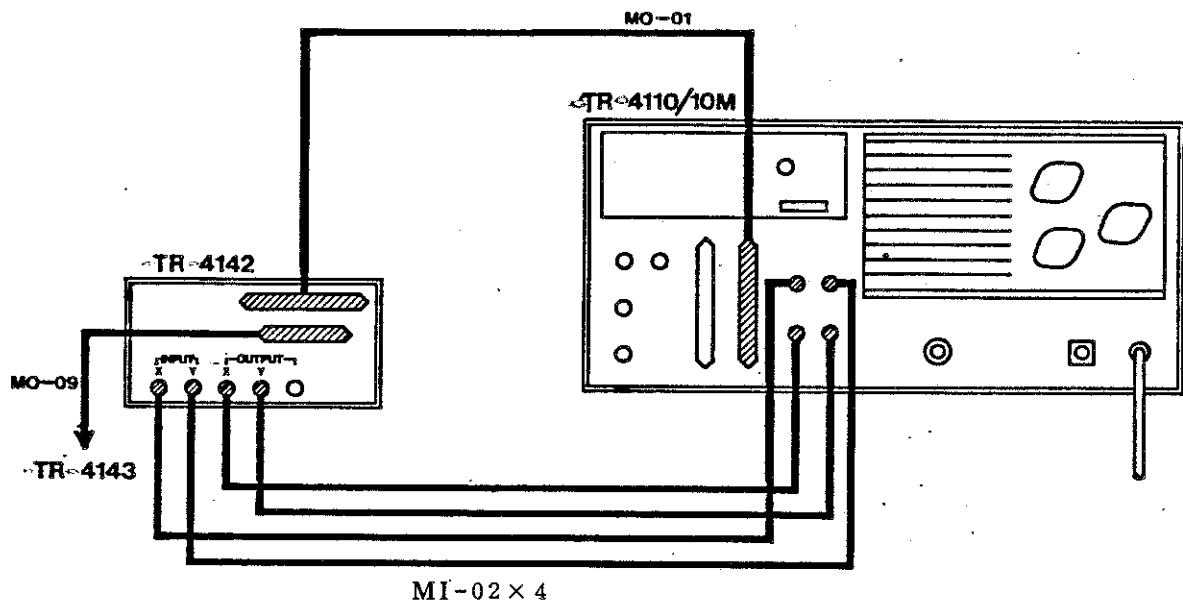

図3-2 測定のセットアップ
- (1) 各測定器の「POWER」スイッチを、「OFF」に設定します。
- (2) TR 4110 シリーズと TR 4142、TR 4143を、図 3-2 のように接続します。
- (3) TR 4110 シリーズと TR 4151 とを、ケーブルで接続します。
- (2) 図3-2に従って、TR-4110とTR-4142、TR-4143を接続します。